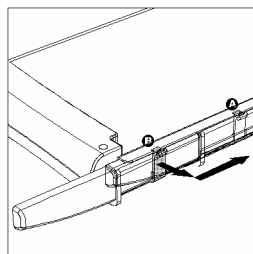

Fig. 3
- 6 Pour verrouiller à nouveau le bras en fin de coupe, appuyez dessus jusqu'à ce qu'il se trouve en bas, tirez le verrou à la position B vers la droite et poussez celui-ci vers l'arrière à la position A (Fig. 3).